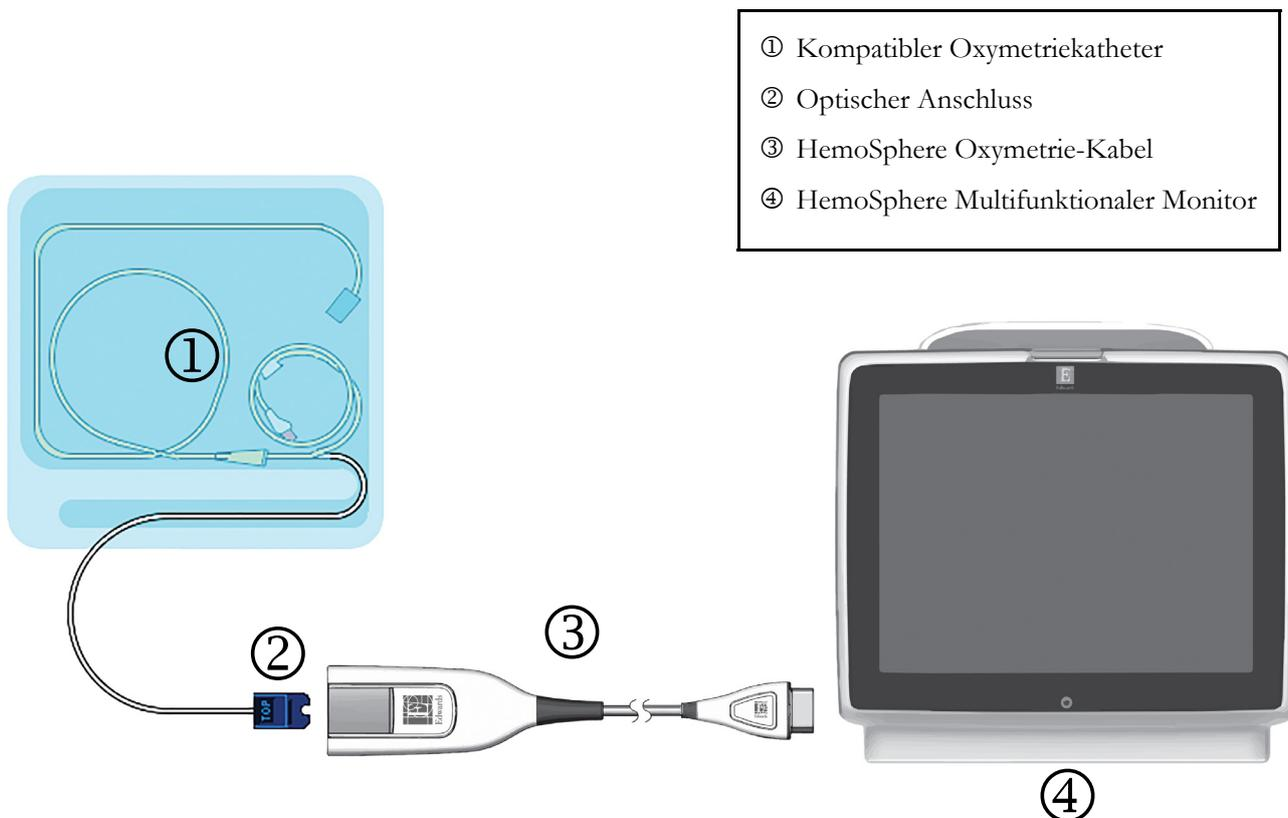

Abbildung 4-3 Übersicht der Oxymetrie-Anschlüsse
- 1 Schließen Sie das HemoSphere Oxymetrie-Kabel auf der linken Seite des HemoSphere Multifunktionalen Monitors an. Siehe Abbildung 4-3.